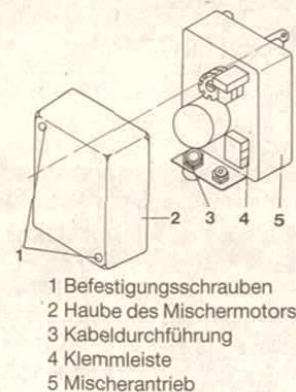

Abb. 2:
Haube des Mischermotors (2, Abb. 2) abnehmen; Schraube (6) herausdrehen.
Haube (2, Abb. 2) aufsetzen und mit den Schrauben (1, Abb. 2) befestigen.